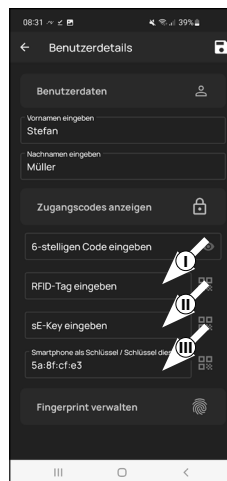

Fig. 4
- 6 Neste ponto, você pode armazenar uma chave com telecomando *ENTRY sE-Key 7713* (opcionalmente disponível) (II) (Fig. 4). As instruções de configuração encontram-se nas instruções da chave com telecomando.
**Indicação:** A abertura da fechadura via smartphone foi armazenada automaticamente no perfil de utilizador do administrador (III) (Fig. 4). Para utilizadores adicionais, é possível armazenar outro smartphone como chave eletrônica neste campo. As instruções para isso podem ser encontradas nas instruções principais em nosso site (veja o link na página inicial).